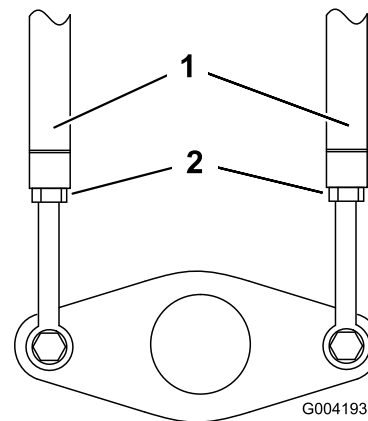

Figure 50
3. Desserrez les écrous de blocage sur les tiges de déplacement, sous le panneau de commande (Figure 50).